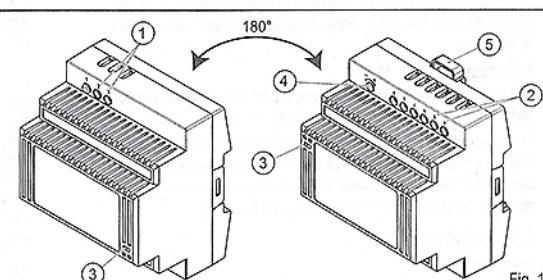

Fig. 1
### 2. Installation (Fig. 1, 2)
**4. Input (①, Fig. 1)**